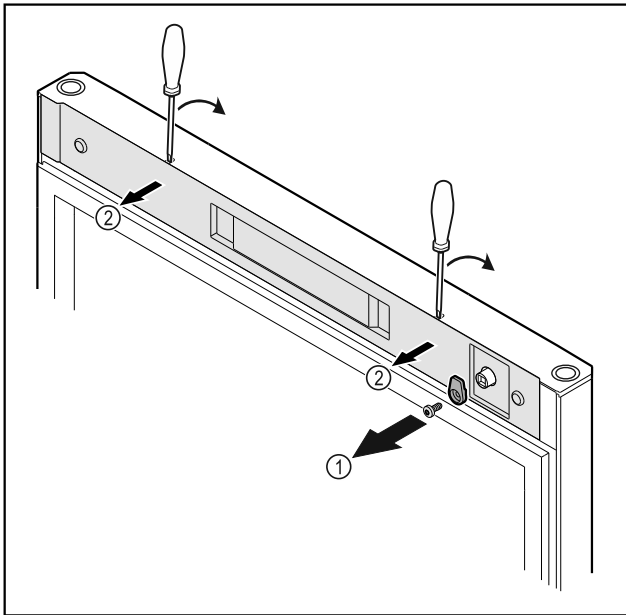

Fig. 12 *
- Schließhaken Fig. 12 (1) abschrauben.*
- Abdeckung Fig. 12 (1) mit einem kleinen Schraubendreher ausrasten und abnehmen.*